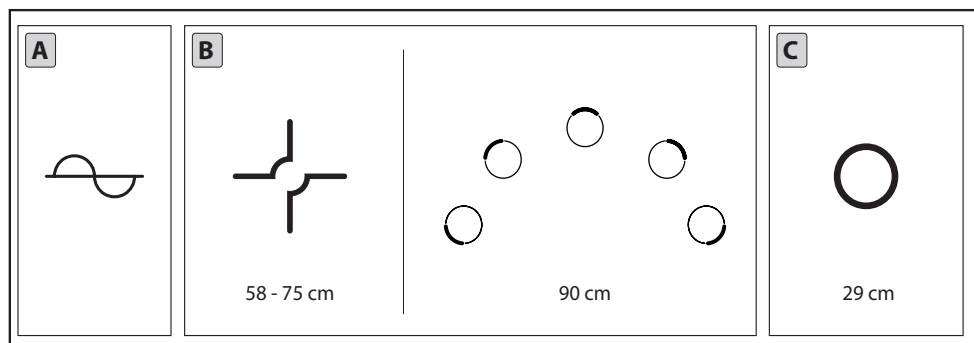

Fig.3
• Spie (Fig.3):
• Kontrollleuchten (Abb.3):